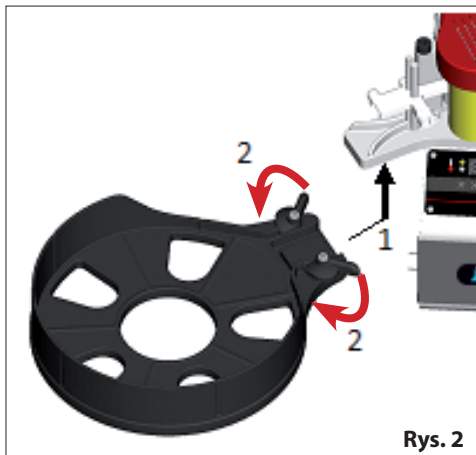

Rys. 1
- Otwórz osłonę baterii i włóż złącze baterii do urządzenia. (rys. 1)